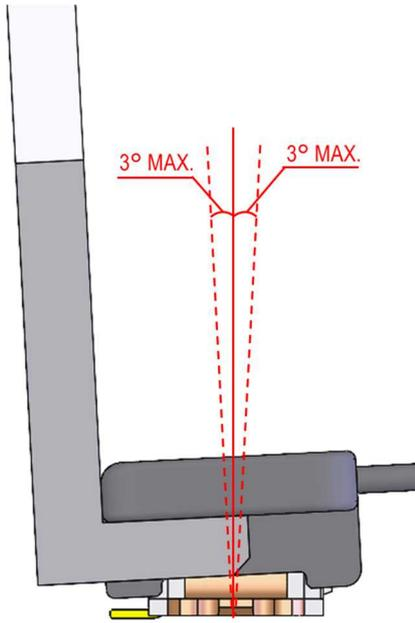

Fig.16 嵌合状态下的倾斜允许角度
- 连接器嵌合状态下的最大倾斜允许角度如图 16 所示. 提起治具与插入允许角度同等大小。